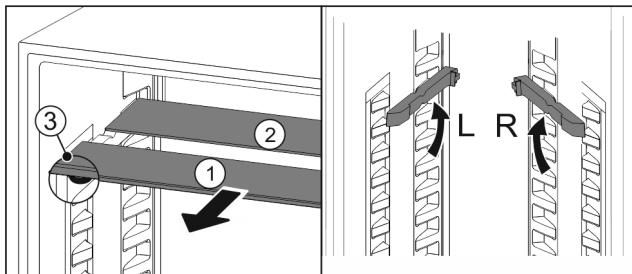

Fig. 125
- ▶ Издърпайте Fig. 125 (1) поотделно стъклените плохи напред.
- ▷ Стъклената плоча Fig. 125 (1) с декоративната лайстна е отпред.
- ▷ Ограничителите Fig. 125 (3) сочат надолу.